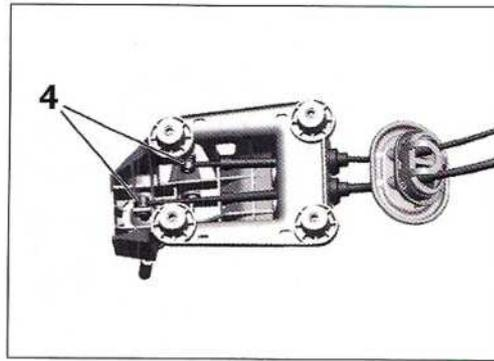

FIG. 15
- Separar la junta de estanqueidad (2).
- Desmontar las tuercas (3).
- Desengrapar las rótulas (4) con ayuda del útil [1] (Fig.15).